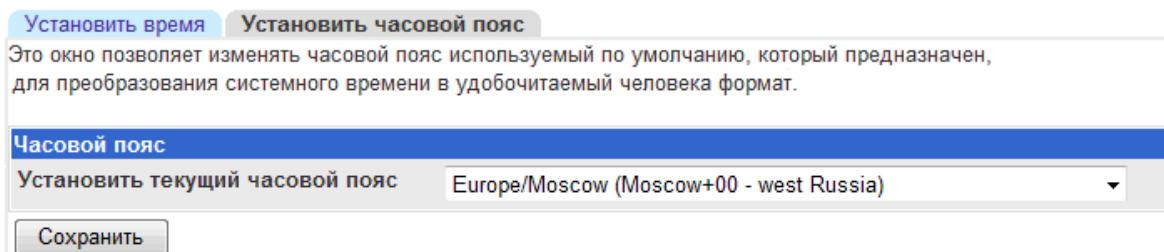

Рисунок 3.7.2 – Установка часового пояса
- На закладке **Установить часовой пояс** (рисунок 3.7.2) выбрать в выпадающем списке требуемый часовой пояс, а затем нажать на кнопку **Сохранить**.